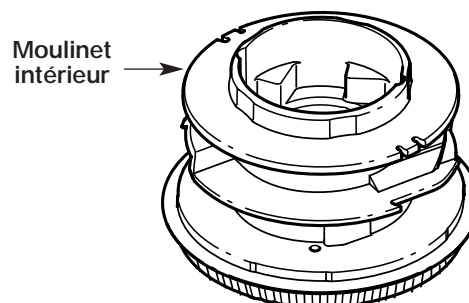

Fig. 45
4. Retirez tout le fil du moulinet intérieur avant de nettoyer. Enlevez tout débris ou trace d'herbe du bouton, du ressort, du moulinet et du joint en mousse. Lavez le moulinet intérieur avec de l'eau tiède savonneuse (Fig. 45).